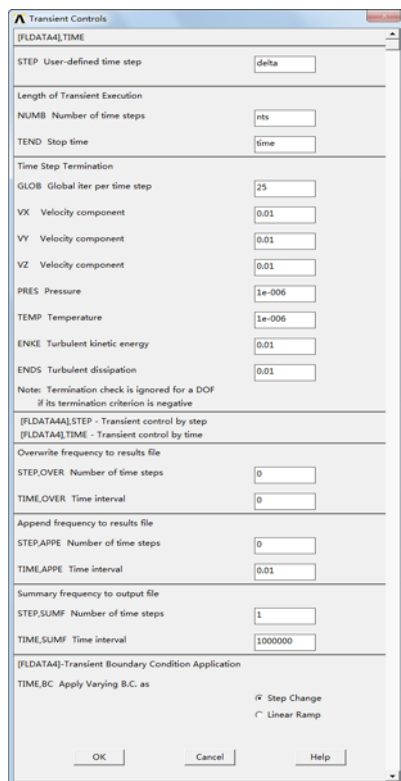

图 9-81 “Transient Controls”对话框
⑦单击“OK”按钮会弹出“Transient Controls”对话框, 如图 9-81 所示, 在“STEP User-defined time step”输入框输入“delta”, 在“NUMB Number of time steps”输入框输入“nts”, 在“TEND Stop time”输入框输入“time”, 在“GLOB Global iter per time step”输入框输入 25, 在“STEP, APPE Number of time steps”输入框输入“appf”, 在“STEP, SUMF Number of time steps”输入框输入 1, 其余采用默认设置, 单击“OK”按钮关闭该对话框。